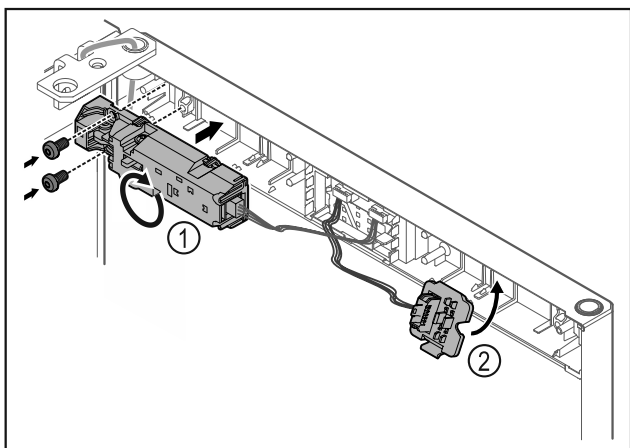

Fig. 13
- Ruotare la serratura a distanza Fig. 13 (1) di 180° e fissarla sul lato opposto.
- Innestare il supporto della spina Fig. 13 (2) sul lato opposto.*